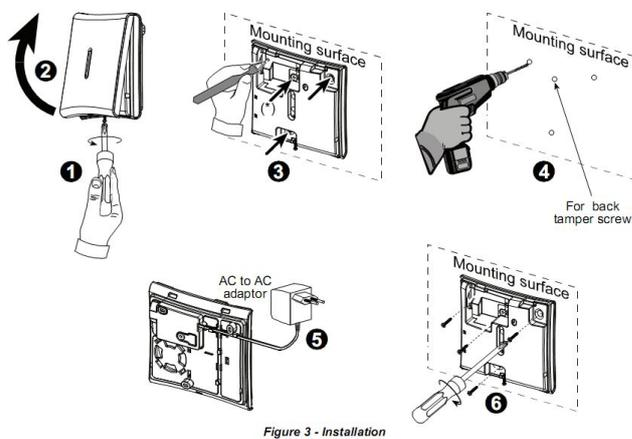

Figure 3 - Installation
- D. 中继器的安装如图3
这功能可以测试注册到中继器上的设备的信号强度，测试前，后盖先离开固定位置（见图3）